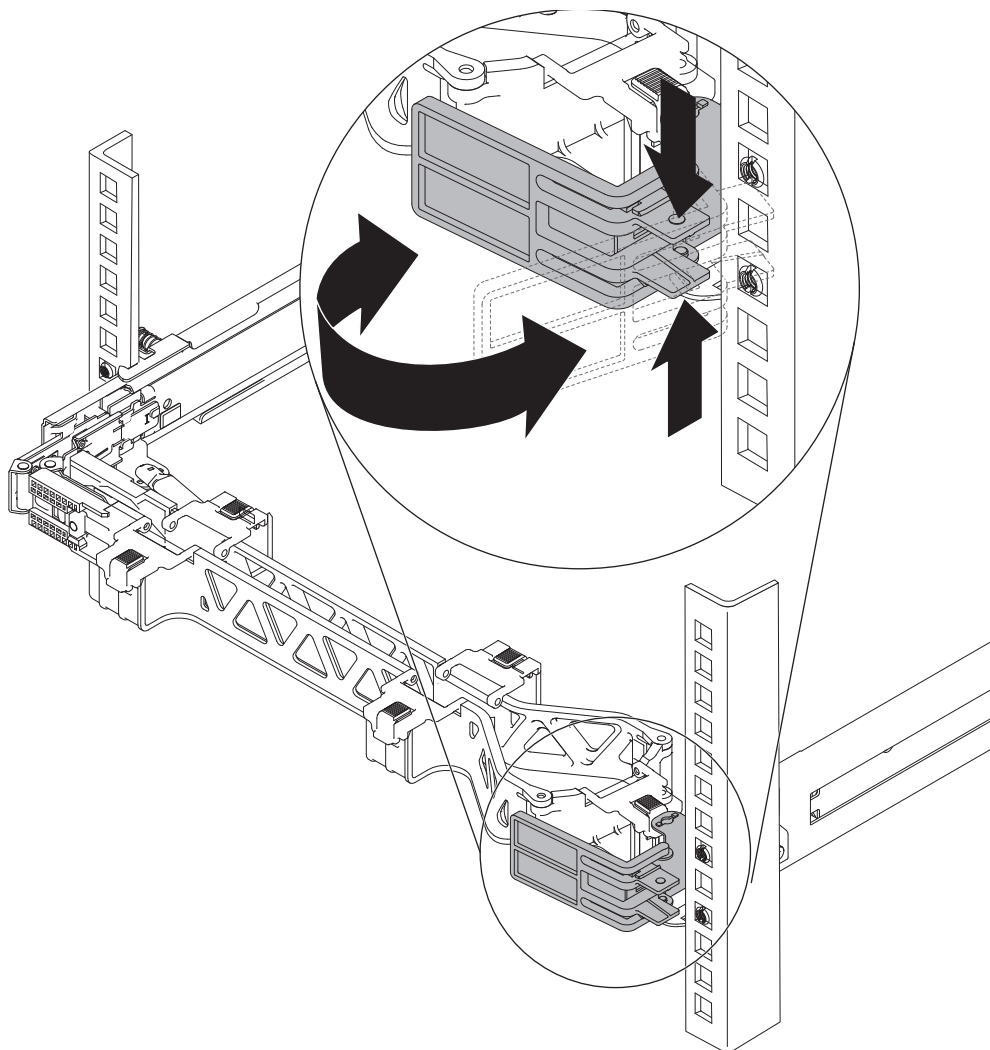

图 24. 闭合电缆管理支撑停止支架
5. 闭合电缆管理支撑停止支架，如第 30 页的图 24 所示。